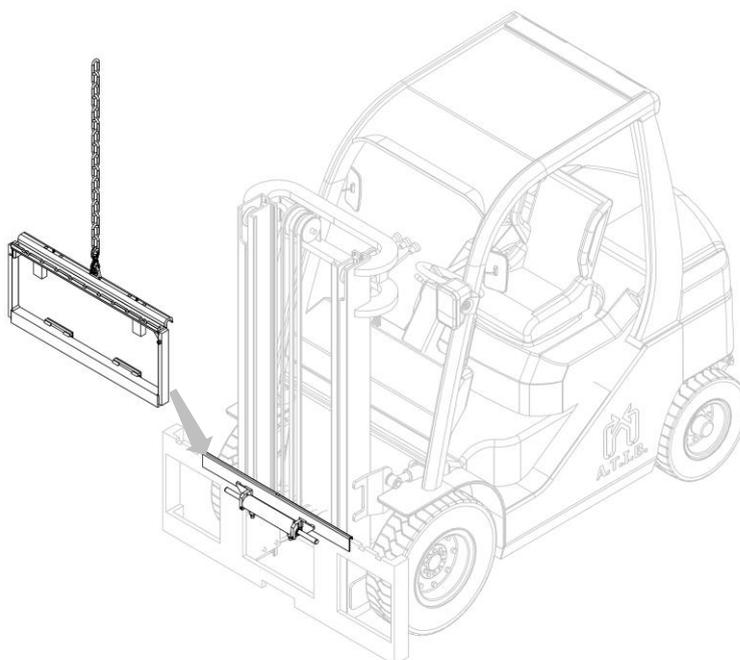

Figura 5
7. Enganche el equipo desde el punto de agarre superior y con un puente grúa colóquelo en el doble gancho, cuidando de colocarlo correctamente (mira *Figura 5*).